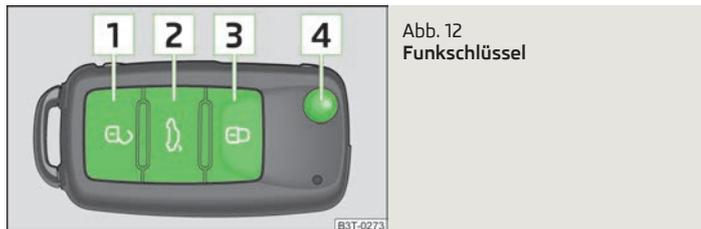

Abb. 12
- Die Taste **1** » Abb. 12 drücken.
- Die Taste **3** » Abb. 12 drücken.
- Die Taste **3** » Abb. 12 zweimal innerhalb von 2 Sekunden drücken. Weitere Informationen » Seite 29.
- Die Taste **2** » Abb. 12 drücken. Weitere Informationen » Seite 36.
- Die Taste **2** » Abb. 12 drücken. Weitere Informationen » Seite 37.
- Die Taste **2** » Abb. 12 drücken. Weitere Informationen » Seite 39.
- Die Taste **4** » Abb. 12 drücken.
- Die Taste **4** » Abb. 12 drücken und den Schlüsselbart einklappen.
Das Entriegeln des Fahrzeugs wird durch zweimaliges Blinken der Blinkleuchten angezeigt. Wird das Fahrzeug mit der Taste **1** » Abb. 12 entriegelt und innerhalb der nächsten 30 Sekunden keine Tür oder die Gepäckraumklappe geöffnet, verriegelt sich das Fahrzeug automatisch wieder und die Safesicherung bzw. die Diebstahlwarnanlage wird wieder aktiviert. Diese Funktion verhindert ein unbeabsichtigtes Entriegeln des Fahrzeugs.